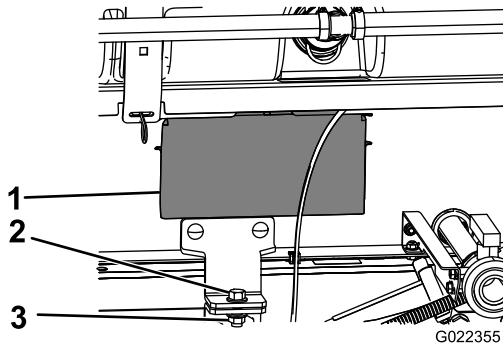

Figura 13
- Utilice los paneles de acceso en ambos lados del patín del depósito para verificar que no hay mangueras o cables aprisionados (Figura 13).
- Sujete el conjunto del patín del depósito al bastidor con un perno ( $\frac{1}{2}$ " x  $1\frac{1}{2}$ " ) y una contratuera ( $\frac{1}{2}$ " ), según se muestra en Figura 13.